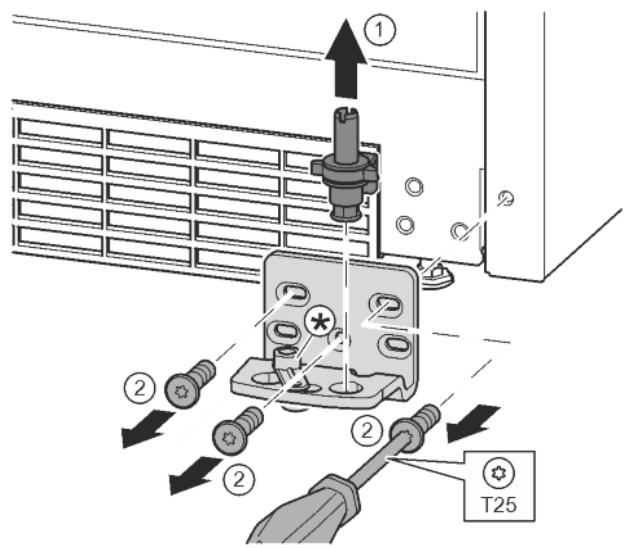

Fig. 13
- Опорный палец полностью извлечь движением вверх. Fig. 13 (1)
- Открутить винты отверткой T25 и снять опорный кронштейн. Fig. 13 (2)